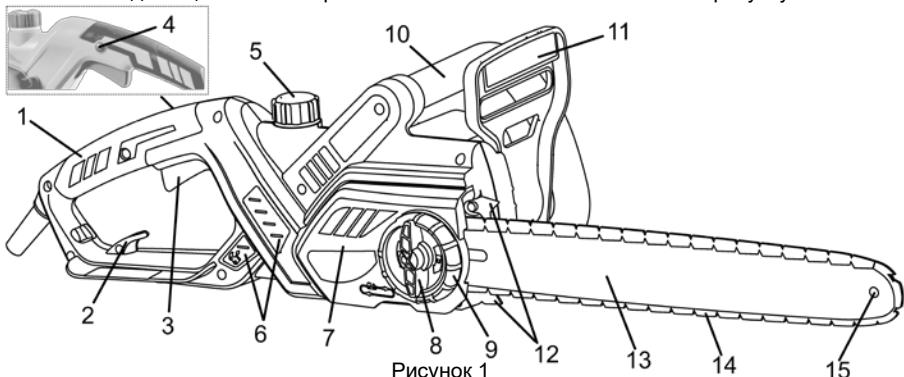

Рисунок 1
4.1.2 Переведіть щиток захисного пристрою (11, рисунок 1) в бік піляльної гарнітури (гальмо ланцюга активовано).
4.1.3 Перевірте, що пускова клавіша не заблокована в увімкнутому положенні. Вставте штепсельну вилку в розетку подовжувача, який потрібно зафіксувати петлею, яка накинута на гачок (2, рисунок 1) через отвір в рукоятці.